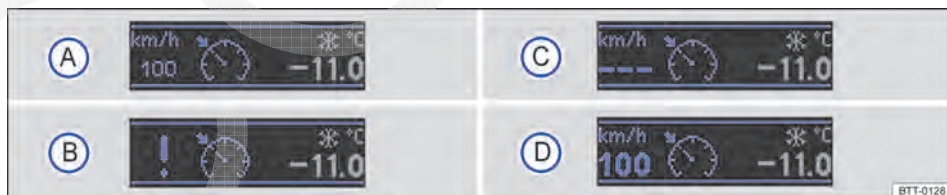

Fig. 192 No display do instrumento combinado: indicadores de status do GRA.
Status Fig. 192:
- ① Veículo à frente reconhecido. ACC ativado.
- ② Ajuste da distância temporal com relação ao veículo à frente na velocidade armazenada.
- ③ Distância temporal ajustada em relação ao veículo à frente na velocidade armazenada.
- ④ Velocidade armazenada.
- ⑤ Símbolo : ACC está pronto ou regulando a distância. Um veículo à frente é reconhecido. A velocidade armazenada é regulada.
Falha de sistema ⇒ **Fig. 192 (B)**. Procurar uma Concessionária Volkswagen ou uma empresa especializada.